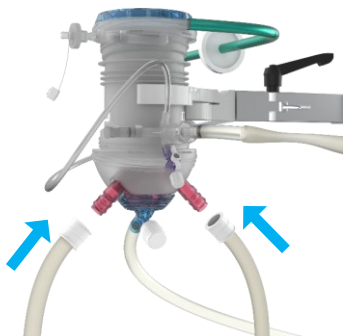

Figura 14 Conexão da tubulação térmica aos oxigenadores
- Conecte a tubulação térmica aos oxigenadores (Figura 14) usando os conectores de água (Figura 7, item 25). Cada oxigenador possui dois conectores para a tubulação térmica que podem ser usados tanto para a entrada quanto para a saída. Certifique-se de que um tubo esteja conectado à entrada térmica e o outro à saída térmica (Figura 7).